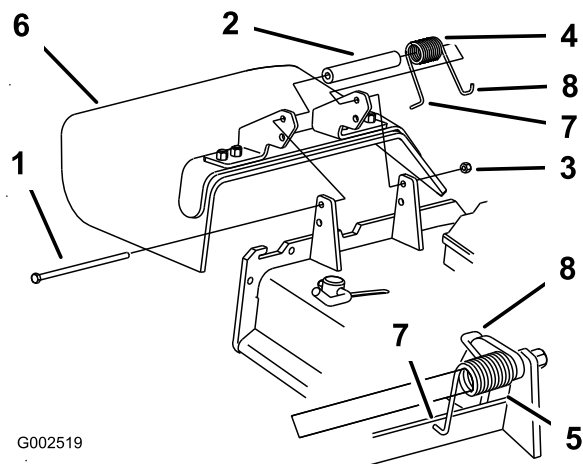

Figura 73
- Retire la contratuerca, el perno, el muelle y el espaciador que sujetan el deflector a los soportes de pivote (Figura 73).
Nota: Asegúrese de colocar el extremo en **L** del muelle detrás del reborde de la plataforma antes de instalar el perno, según muestra Figura 73.
- Coloque el extremo en **J** del muelle alrededor del deflector de hierba (Figura 73).